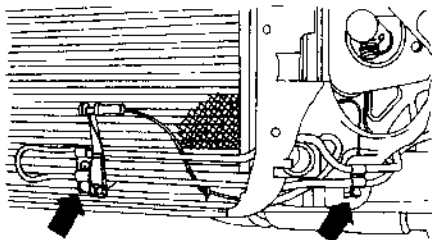

图2-6 拧松蛇形管
(8) 如图2-6所示,拧松动力转向液压冷却蛇形管,使其自由活动,注意不要打开液压油的回路。